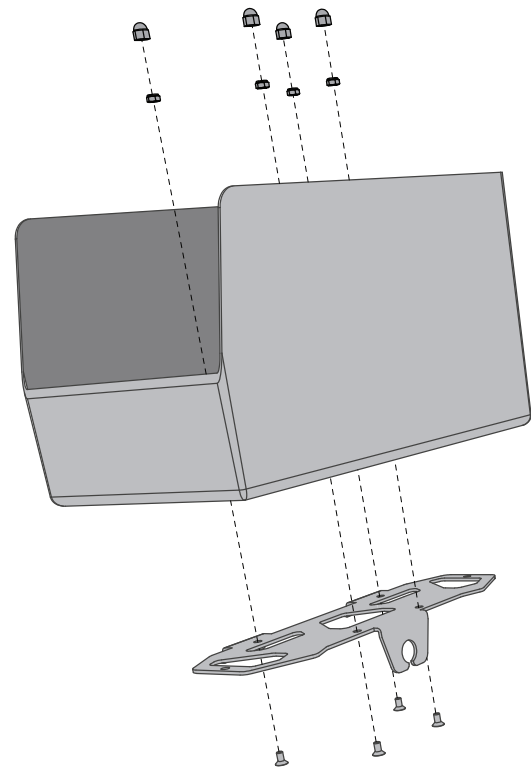

Abbildung 13. Montage der Schnellverriegelungsvorrichtung am Behälter
2. Montieren Sie die Schnellverriegelungsvorrichtung mithilfe der vier 12-mm-Befestigungen und vier Sicherungsmuttern wie in **Abbildung 13** gezeigt an jedem offenen Aufbewahrungsbehälter. Ziehen Sie die Befestigungen mit einem Anzugsmoment von **6,0 Nm (4,4 ft-lbf)** fest.